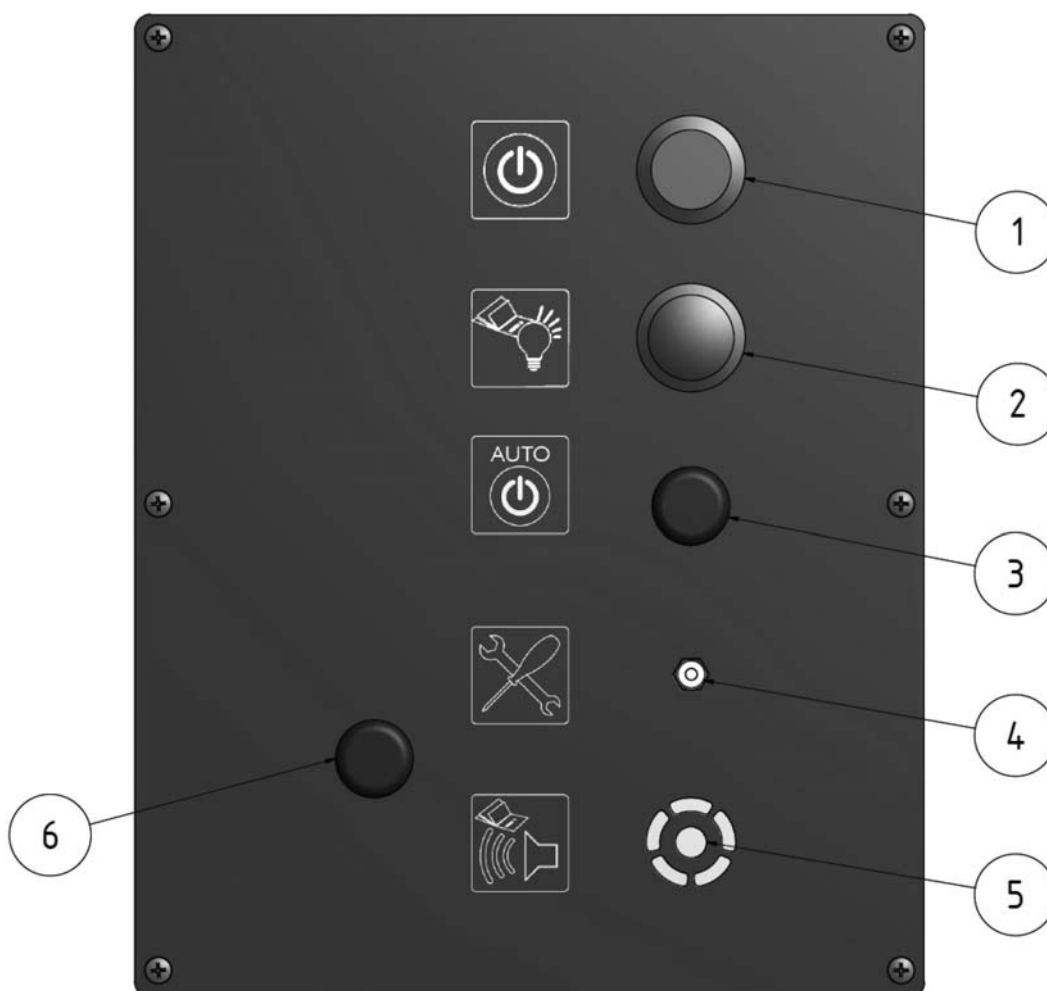

Abbildung 4, Bedienelemente
- Verwenden Sie nur Original-Ersatzfilter, denn nur diese garantieren Ihnen den erforderlichen Abscheidegrad und sind auf Filtergerät und Leistungsdaten abgestimmt. Schalten Sie den ProfiMaster am Schalter (Abb. 4, Pos. 1) aus.
- Stecken Sie den Netzstecker wieder in die Steckdose und schalten das Gerät ein. Die grüne Betriebsleuchte am Schalter (Abb. 4, Pos.1) sollte leuchten und den störungsfreien Betrieb des Gerätes anzeigen.